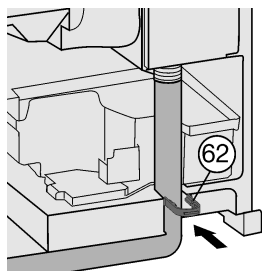

Fig. 14*
- Monte un estribo de retención Fig. 14 (62).*